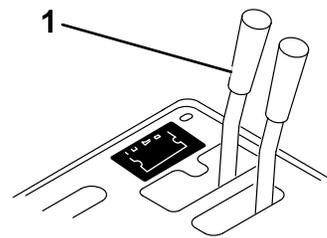

图 15
- 如果是序列号为 239999999 及之前的 Workman 工作车请将遥控液压阀门手柄图 15 移到浮动位置。